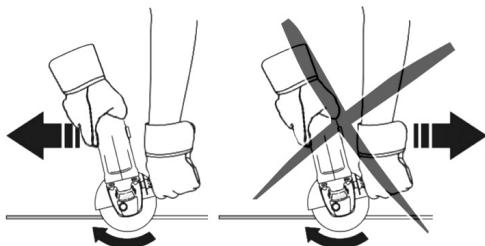

Fig. 9 – Sentido de corte correto
- O corte deve ser realizado na direção da fig. 9.